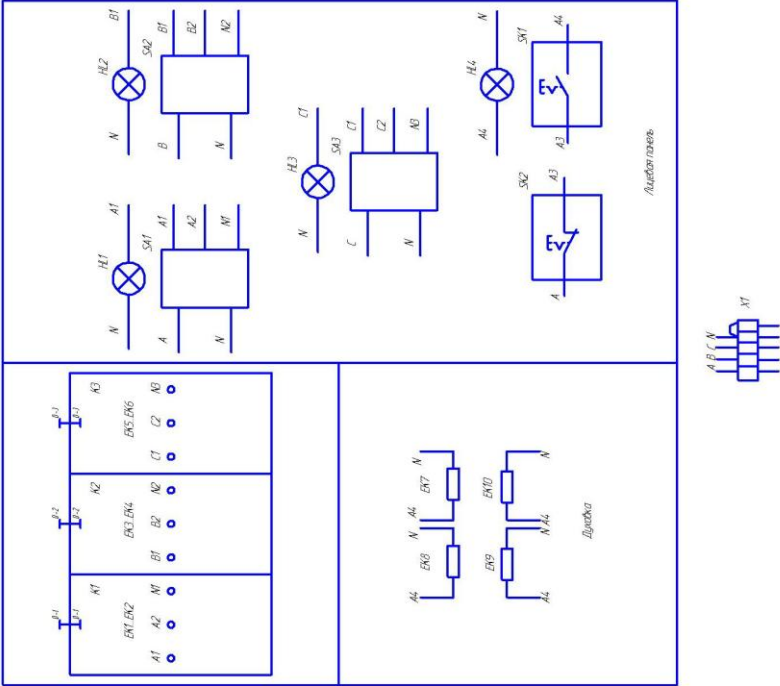

Рисунок 3 – Схема электрическая соединений
4.7 Схему электрическую принципиальную смотри рис.2. Схему электрическую соединений смотри рисунок 3.